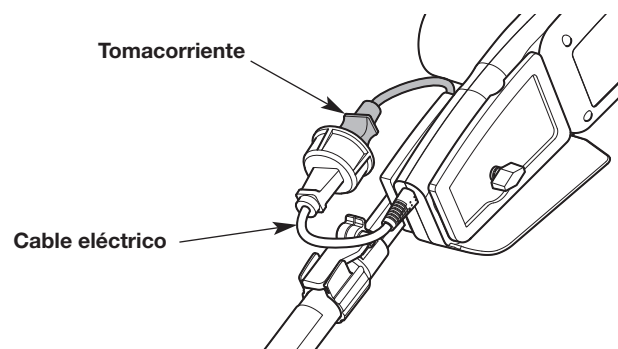

Fig. 3
7. Conecte el cable de alimentación a la sierra de cadena al tomacorriente de la pértiga (Fig. 3).
2. Desconecte el cable de alimentación de la sierra de cadena del tomacorriente de la pértiga (Fig. 3).